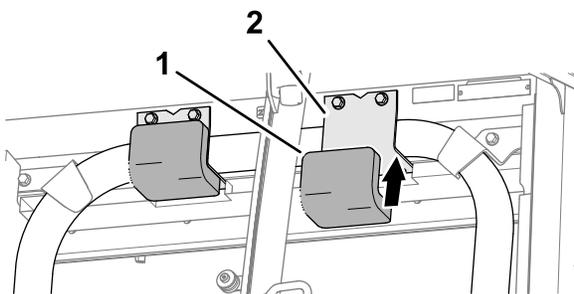

Figura 29
1. Remova a película posterior e instale as almofadas do ROPS na montagem do ROPS (Figura 29).